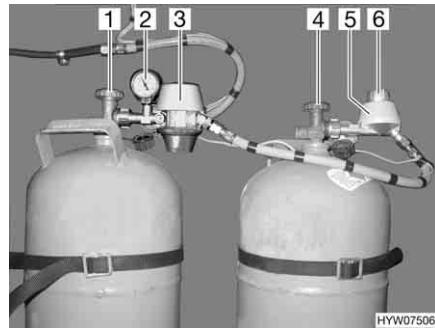
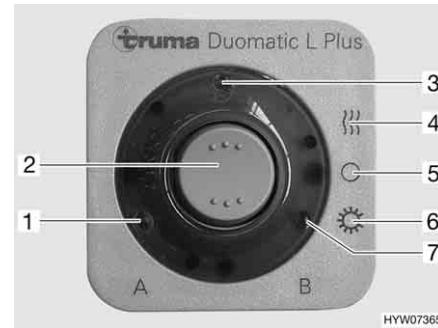

Fig. 58 Impianto di commutazione Duomatic
Fig. 59 Centralina di controllo
L'impianto di commutazione Duomatic è costituito da un regolatore centrale (Fig. 58,3) e da un regolatore di commutazione (Fig. 58,5). Con la manopola (Fig. 58,6) sul regolatore di commutazione è possibile stabilire, quale delle bombole del gas viene utilizzata come bombola in uso e quale bombola del gas viene utilizzata come bombola di riserva.
Il manometro (Fig. 58,2) sul regolatore centrale indica la pressione nella bombola del gas, non il livello della bombola del gas. Con il manometro è possibile verificare la tenuta della bombola del gas.
Sulla centralina di controllo (Fig. 59) possono venire azionate solo le funzioni elettriche. Le valvole principali di arresto delle bombole del gas (Fig. 58,1 e 4) devono essere aperti manualmente.
- Aprire le valvole principali di arresto delle bombole del gas (Fig. 58,1 e 4).
- Con la manopola (Fig. 58,6) sul regolatore di commutazione (Fig. 58,5) selezionare la bombola del gas, da cui proviene la principale alimentazione del gas (bombola in uso). Girare la manopola fino all'arresto.
Quando la manopola si trova sul settore rosso l'alimentazione del gas proviene principalmente dalla bombola del gas con il regolatore centrale (Fig. 58,3).
Quando la manopola si trova sul settore verde l'alimentazione del gas proviene principalmente dalla bombola del gas con il regolatore di commutazione (Fig. 58,5).
- Sulla centralina di controllo (Fig. 59) attivare l'impianto di commutazione Duomatic.
Posizionare l'interruttore a bilico (Fig. 59,2) su funzionamento invernale "On e riscaldamento" (Fig. 59,4) oppure su funzionamento estivo "On" (Fig. 59,6). Ora entrambi i regolatori di pressione del gas sono disaerati. L'indicazione di funzionamento (Fig. 59,3) si accende.
- Portare l'interruttore a bilico (Fig. 59,2) in posizione "O" (Fig. 59,5). L'indicazione di funzionamento (Fig. 59,3) si spegne.
- Chiudere le valvole principali di arresto delle bombole del gas (Fig. 58,1 e 4).
Le spie di controllo sulla centralina di controllo (Fig. 59) segnalano all'interno del veicolo, se le bombole del gas sono pronte al funzionamento.
- Spia di controllo "A" (Fig. 59,1): Bombola del gas sul regolatore centrale
- Spia di controllo "B" (Fig. 59,7): Bombola del gas sul regolatore di commutazione